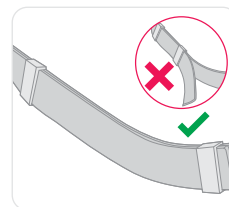

Abbildung 16
- Benutzen Sie die Plastikkläuffer zum Sichern des freien Gurtbands (siehe Abbildung 16).